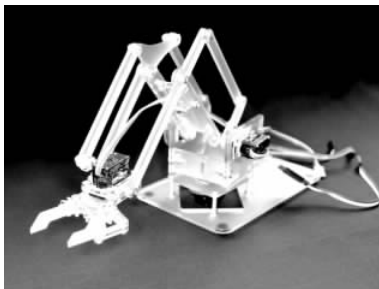

图 5-11-6 简易机械臂
(1) 利用两减速电机、轮子、洞洞板、构件等装配一个小车平台,在此基础上加入控制板、电机驱动板、蓝牙通信、传感器等模块实现智能小车硬件,并编写软件完成小车行走控制算法。
(2) 设计一个简易机械臂控制器如图 5-11-6 所示,底座、左臂、右臂、爪四路舵机基本要求:所有舵机有上电起始姿态;前三个转向速度快慢可调;爪子张开角度限位。